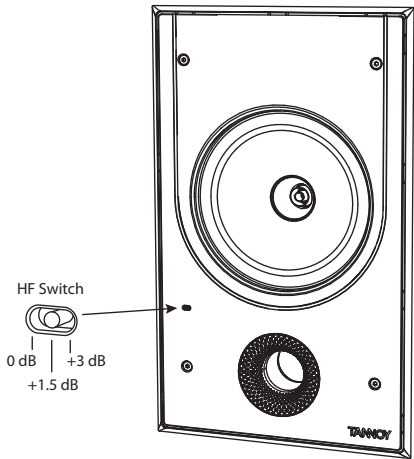

Fig. 4. Commutateur HF
- 2. Le commutateur HF a trois positions, 0 dB étant la lat. Ajustez si nécessaire en fonction de la position de la pièce et des conditions acoustiques (Fig. 4).